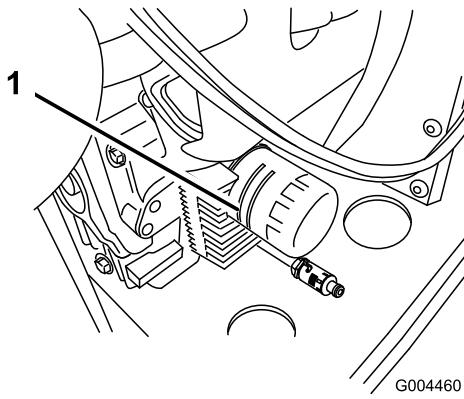

Figure 36
- Déposez le filtre à huile usagé et essuyez la surface du joint de l'adaptateur (Figure 36).